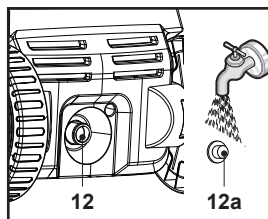

Fig. 22
2. Retirer le filtre (12a) du raccord d'arrivée d'eau (12) et le rincer à l'eau du robinet pour éliminer tout corps étranger (Fig. 22). Réinstaller le filtre (12a).